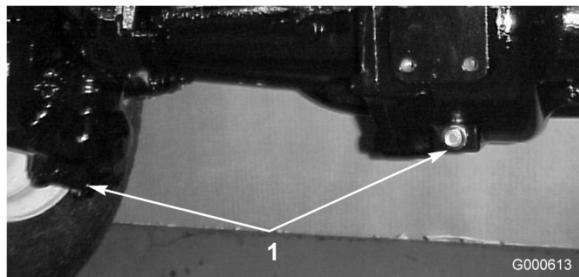

Figura 48
- Pulite attorno ai tre tappi di spurgo, uno per lato ed uno in centro (Figura 48).